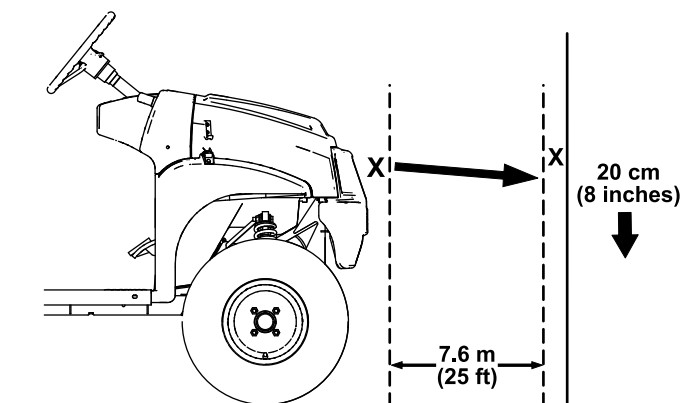

Figure 49
- Garez la machine sur une surface plane et horizontale avec les phares à environ 7,6 m (25 pi) devant un mur (Figure 49).
La partie la plus brillante du faisceau doit se trouver 20 cm (8 po) en dessous du repère que vous avez fait sur le mur (Figure 49).